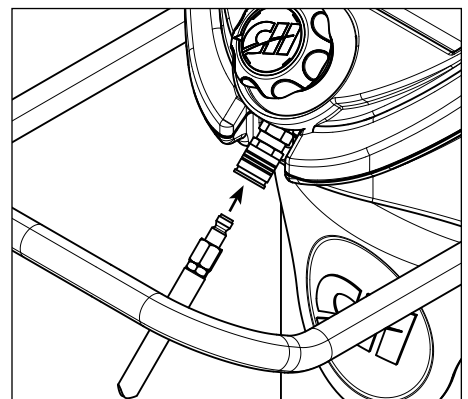

Figure 17 - Fixer le tuyau au coupleur
2. Connecter le tuyau séparé au coupleur sous le régulateur de pression en tirant sur le manchon du coupleur entièrement vers l'arrière, puis pousser le tuyau dans le coupleur et dégager le manchon (Voir la figure 17).